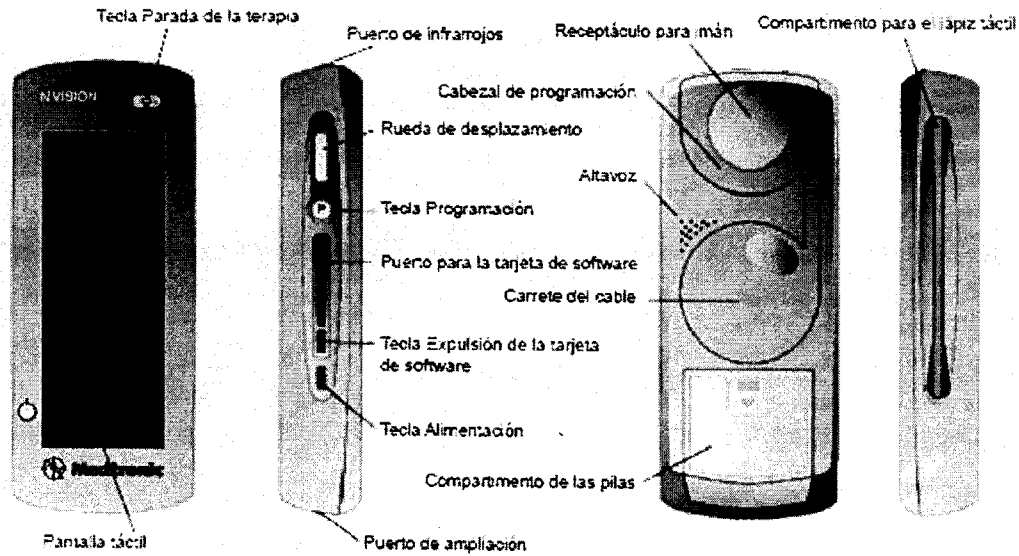

Figura 1. Componentes del programador del médico N'Vision.
El programador del médico N'Vision Modelo 8840 (Figura 1) con la tarjeta de software Modelo 8870 es un dispositivo portátil que se utiliza para programar dispositivos de Medtronic para la administración de terapias de neuromodulación de Medtronic. El programador se utiliza para revisar y programar los parámetros del dispositivo mediante telemetría, que es una comunicación por radiofrecuencia (RF). El programador se utiliza también para definir límites de los dispositivos de control del paciente.